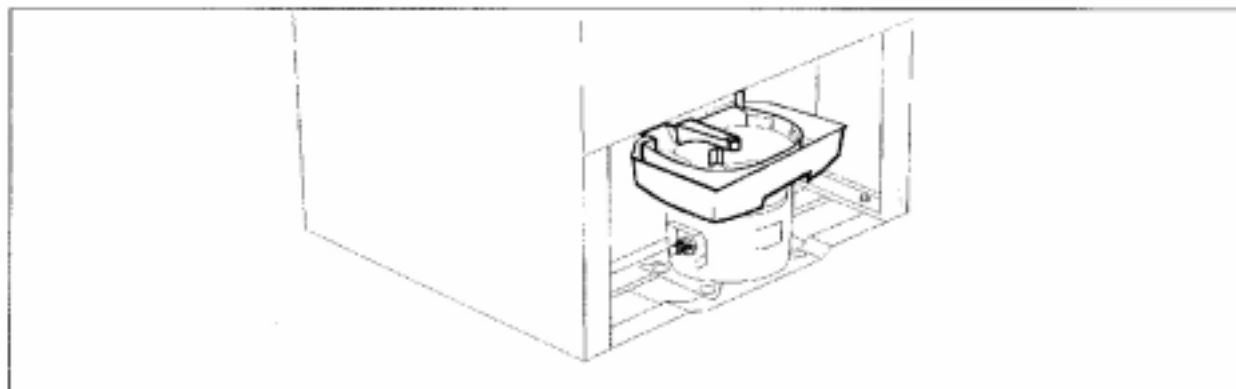

Fig.07
2. Coloque o Recipiente Evaporador **ANTIGO** em cima do Compressor **NOVO** posicionando-o no pino de fixação (fig.07) e fixe-o.